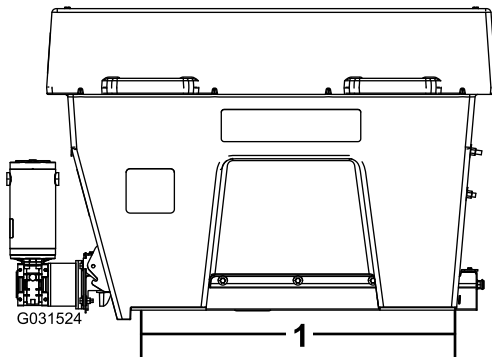

Bild 6
1. Markieren und bohren Sie mit einem 7/16"-Bohrer die Löcher für die D-Ringe, wie in Bild 6 abgebildet. Fluchten Sie den hinteren D-Ring mit der Rückseite des hinteren Streuerfußes aus.